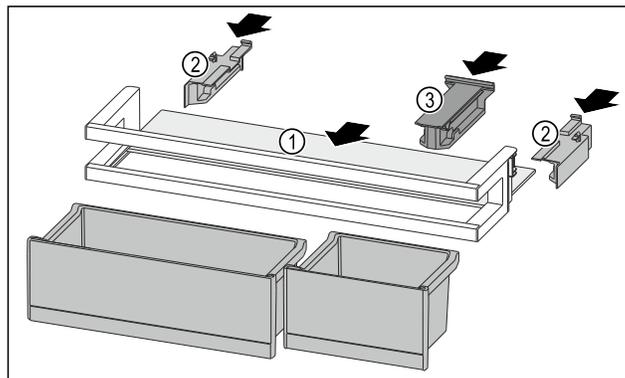

Fig. 87
- ▶ Insérer la tablette de rangement Fig. 87 (1) dans les évidements latéraux.
- ▶ Installer les parties latérales Fig. 87 (2).
- ▶ Installer la pièce de retenue Fig. 87 (3).